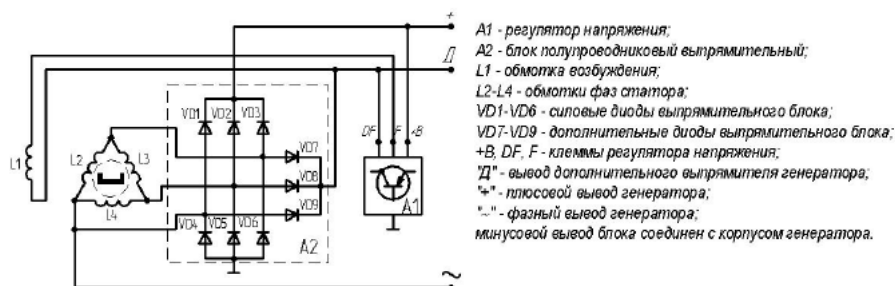

Рис.3 Схема генератора электрическая принципиальная
2.2.11 Схема генератора электрическая принципиальная ..... см. Рис.3
3.2.5 Подсоединить провода к генератору в соответствии со схемой подключения генератора на машине (см. "Руководство по эксплуатации машины") с учетом схемы генератора (рис.3).